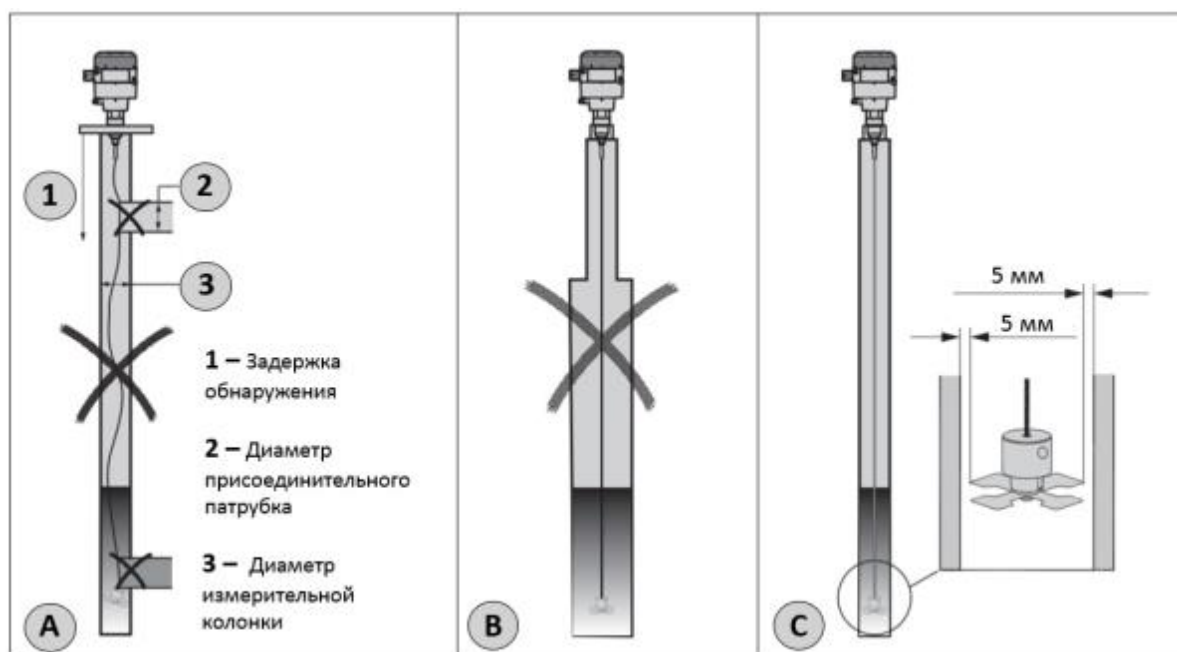

Рис. 5 Монтаж AKS 4100 с тросовым волноводом
Присоединительные патрубки не должны находиться внутри измерительной колонки (рис. 5а).
Необходимо обеспечить зазор 5 мм между направляющими лепестками и внутренней поверхностью трубы (см. рис. 5с). При помощи кусачек необходимо обрезать лепестки, чтобы создать требуемый зазор для трубы данного диаметра, согласно рисунку ниже
5. Опустите центровочный груз через резьбовое отверстие. Убедитесь, что груз опускается беспрепятственно вниз и трос находится в распрямлённом состоянии (не соприкасается с внутренними стенками вертикальной трубы или стенками любых других входящих в неё труб (см. рис. 5а).